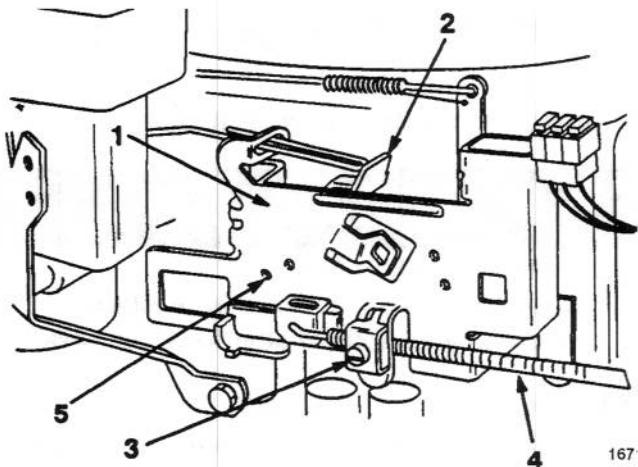

Fig. 26
- B. La leva dell'acceleratore è in posizione "FAST", ed i fori indice nella leva di comando del regolatore e la piastra del regolatore devono essere allineati (Fig. 26). Se non fossero allineati, vedi procedura di registrazione al punto 4.
- B. Allentate il morsetto serrafile del comando dell'acceleratore finché non riuscirete a spostare il tubo di rivestimento per cavo del comando del gas (Fig. 26).
- C. Spostate il tubo di rivestimento per cavo del comando dell'acceleratore fin quando i fori indice della leva di comando del regolatore e la piastra del regolatore non saranno allineati (Fig. 26). A questo punto serrate le viti del morsetto serrafile.